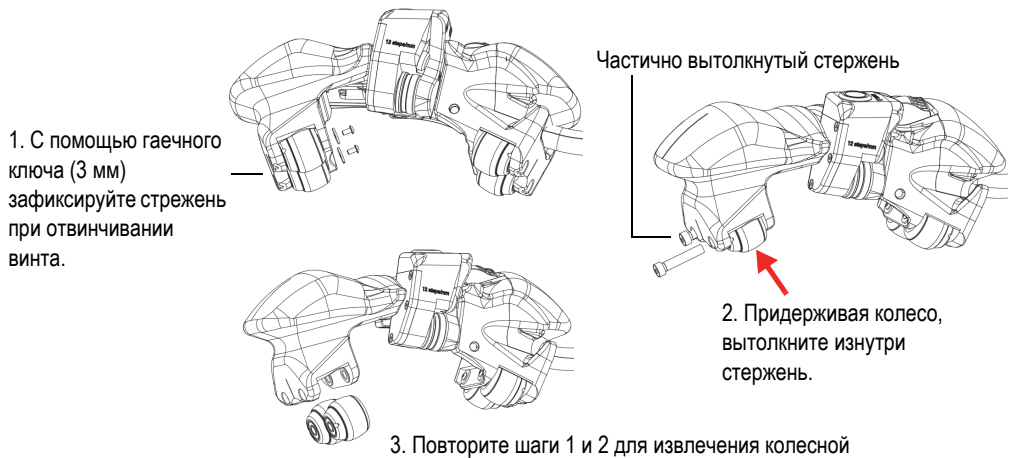

Рис. 5-1 Замена колеса
1. Используя шестигранный ключ 3 мм, удерживайте стержень, а с помощью ключа 2 мм извлеките крепежный винт на заменяемом колесе (см. Рис. 5-1 на стр. 49).